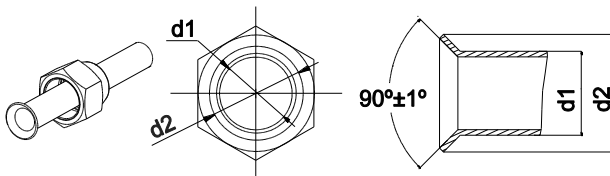

Abb. 9
- (1) Schneiden Sie das Verbindungsrohr mit einer Rohrschneidemaschine ab; entgraten Sie die Rohrkanten.
- (2) Dabei muss das Rohrende nach unten zeigen, so dass keine Späne ins Rohr hinein gelangen.
- (3) Nehmen Sie die Überwurfmutter vom Absperrventil der Außeneinheit und die Überwurfmutter aus dem Beutel mit dem Zubehör für die Inneneinheit, schieben Sie diese über das Rohr, dann weiten Sie die Verbindungsrohrenden mit einer Aufweitungsvorrichtung (z. B. Spreizdorn) auf.
- (4) Prüfen Sie den aufgeweiteten Bereich auf Gleichförmigkeit und Risse (siehe Abb. 9).